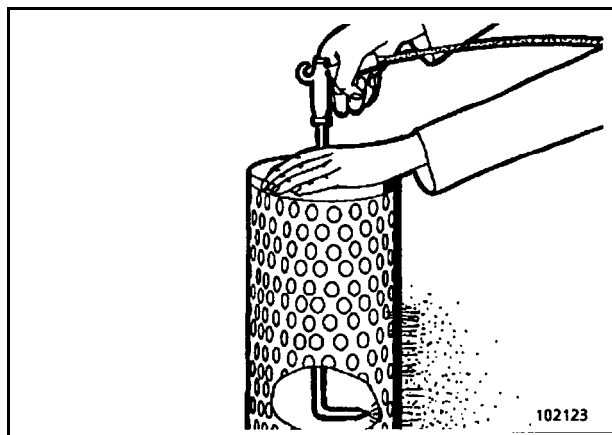

Fig. 3-28:
- ⇒ Soplar el elemento filtrante (Fig. 3-28:) por aire comprimido seco desde el interior hacia fuera moviendo la pistola de aire comprimido de arriba hacia abajo. La presión del aire comprimido en la tobera no debe sobrepasar unos 3 bares (43psi). La limpieza será terminada cuando ya no salga polvo de manera visible del elemento filtrante.